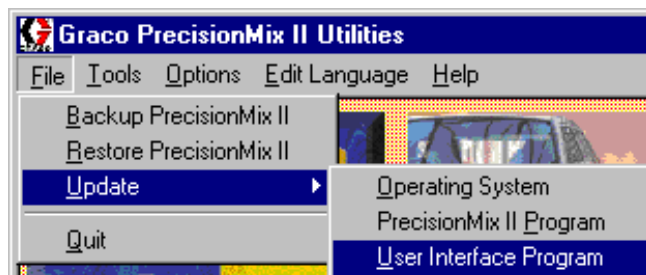

Fig. 13.36
- Seleccione archivo ► actualizar ► programa interfaz de usuario (Fig. 13.36) o pulse el botón actualizar programa interfaz de usuario (Fig. 13.37).